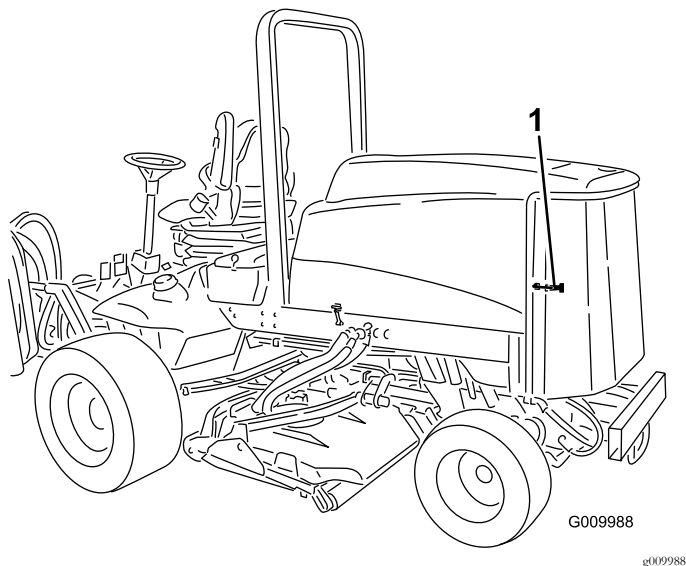

図 62
1. 後部スクリーンのラッチを外してスクリーンを開く 図 62。